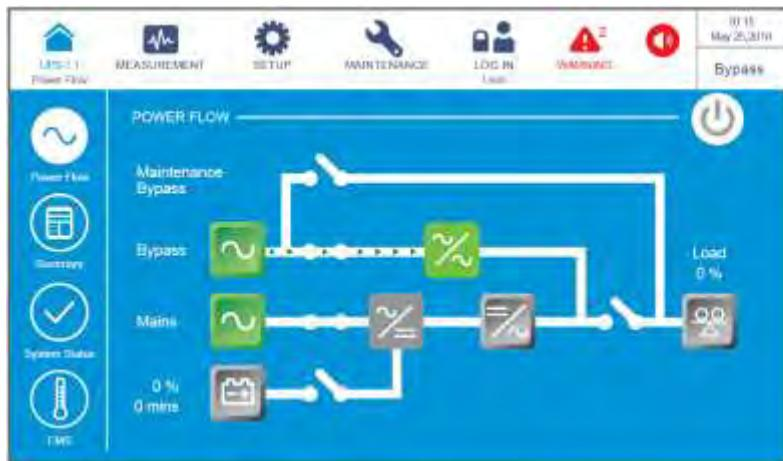

Рисунок 6-69: Экран байпасного режима
- 3) После выбора 'YES', ИБП прекратит внутреннее тестирование без нагрузки и перейдет в байпасный режим. В этот момент трехцветный светодиодный индикатор горит желтым цветом и появляется следующий экран (*Рисунок 6-69*). Расположение трехцветного светодиодного индикатора см. на *Рисунке 2-11*.